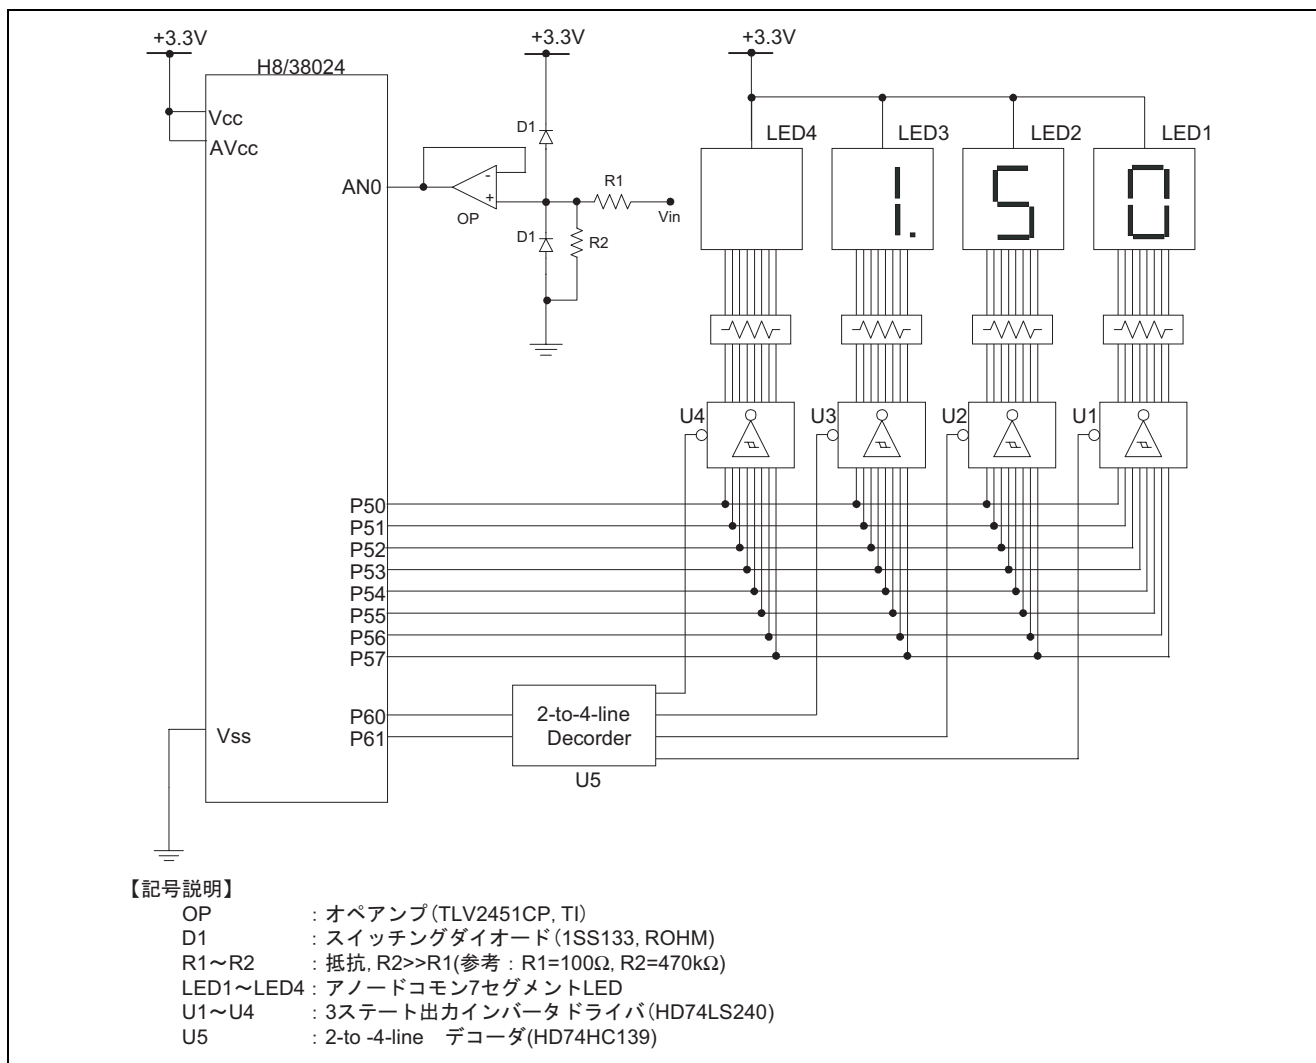

図 1 ハードウェア構成
- (1) 図 1 に DC 電圧測定のハードウェア構成を示します。図 1 に示すように、オペアンプ出力をアナログ入力端子 0 (AN0 端子) に接続します。
- (2) AN0 端子の A/D 変換を行い、A/D 変換結果を I/O ポートに接続された 7 セグメント LED に表示します。
- (3) 7 セグメント LED 表示は、A/D 変換結果の 10 ビットデータを小数で表示します。
- (4) A/D 変換は、0.5s 毎に行います。